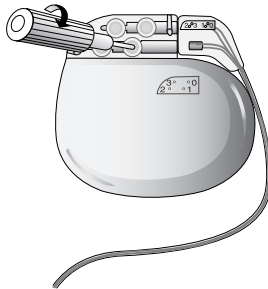

Figura 2. Apriete los tornillos de fijación en el botón de silicona.
4. Introduzca completamente la llave dinamométrica en cada botón de silicona del bloque de conexión y apriete los tornillos de fijación (Figura 2).
Nota: La llave dinamométrica debe estar orientada en el mismo ángulo que el tornillo de fijación (Figura 2).